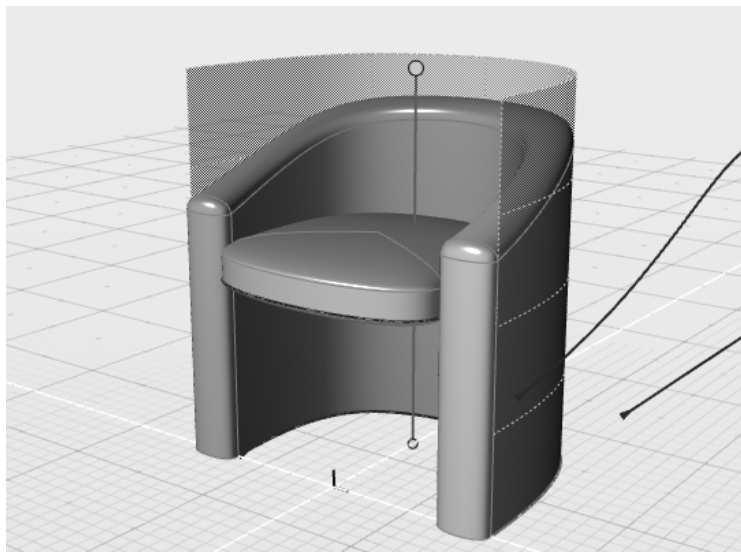

图 5-105 找到座椅靠背背部源曲面
1) 在全局浏览器中, 选择座椅靠背外侧的源曲面 (挤出曲面), 如图 5-105 所示。